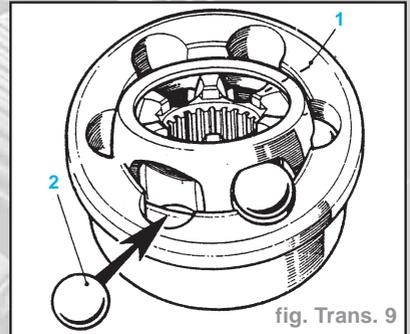

fig. Trans. 9
- Repérer les positions (1) du joint homocinétique, des chemins intérieur et extérieur et de la cage pour faciliter l'assemblage (Fig. Trans. 9).
- Faire tourner la cage et le chemin intérieur pour enlever les billes (2).